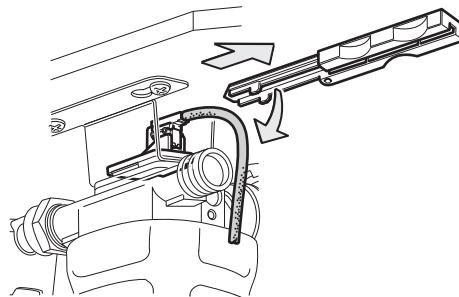

Bild 10
- Dra ut monteringshjälpen om kabeln hänger fritt. Givaren sitter kvar i hållaren. (Bild 10).